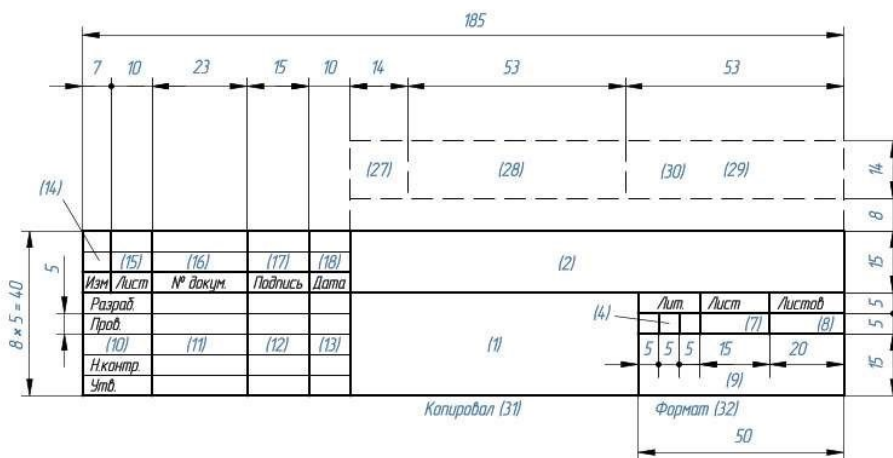

Рисунок 2
- а. (2) б.(1) в. (3)
7. Где используется основная надпись формы 2 (рисунок 2)